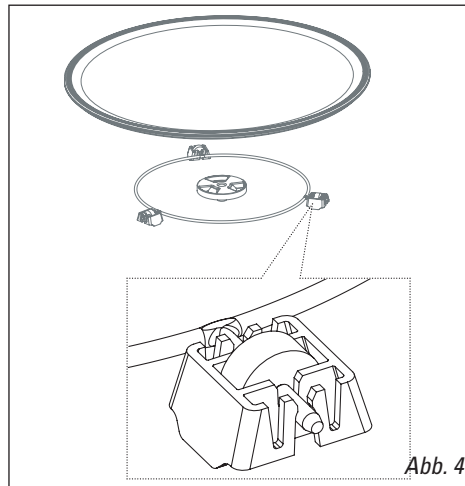

Abb. 4
- **Der Antrieb:** sorgt dafür, dass der Glasdrehteller dreht. (Abb. 4)
- **Die Basisrollen:** Die Rollen müssen in der richtigen Richtung positioniert sein. (Abb. 4)